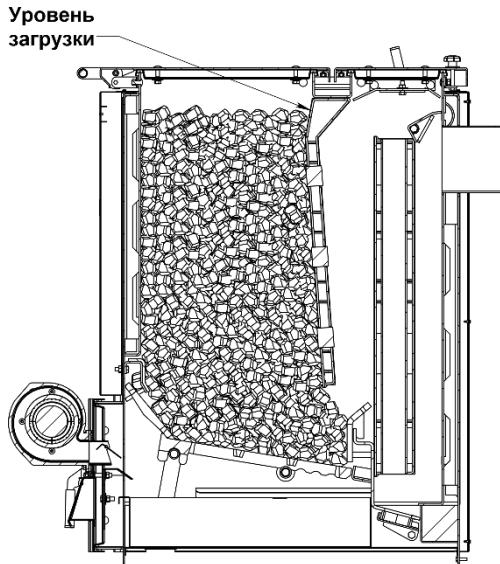

Рис. 14 Уровень загрузки топлива
Рекомендуемые размеры кусков угля не должны быть менее 20мм и превышать 50 мм. Загрузку угля производить не выше верхней кромки переднего теплообменника (рис.14), не оставляя надолго открытой загрузочную дверцу, чтобы не допустить прорыва большого количества холодного воздуха в топку. Зольная дверца во время растопки котла должна бытькрыта.
6. Заполнить углем загрузочную камеру не выше верхней кромки переднего теплообменника (рис.14).